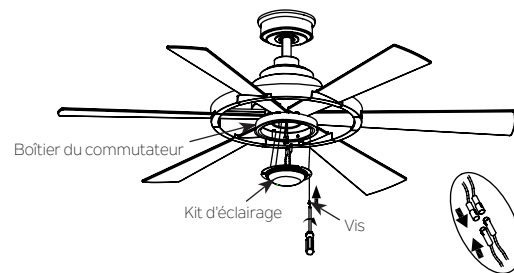

Fig. 22
Étape 2 : Tenir le kit d'éclairage à proximité du boîtier du commutateur et connecter les fils BLANCS du kit d'éclairage et du ventilateur en poussant les connecteurs ensemble. Suivre la même procédure pour les fils NOIRS. (Fig.22).
Étape 3. Placez les connexions proprement dans le kit d'éclairage Placez les deux trous oblongs du kit d'éclairage sur deux (2) vis préalablement desserrées du boîtier de l'interrupteur. Tournez le kit d'éclairage jusqu'à ce qu'il se verrouille en place à l'extrémité étroite des trous de serrure. Serrez fermement les deux (2) vis précédemment desserrées et celle précédemment retirée. (Fig. 22)